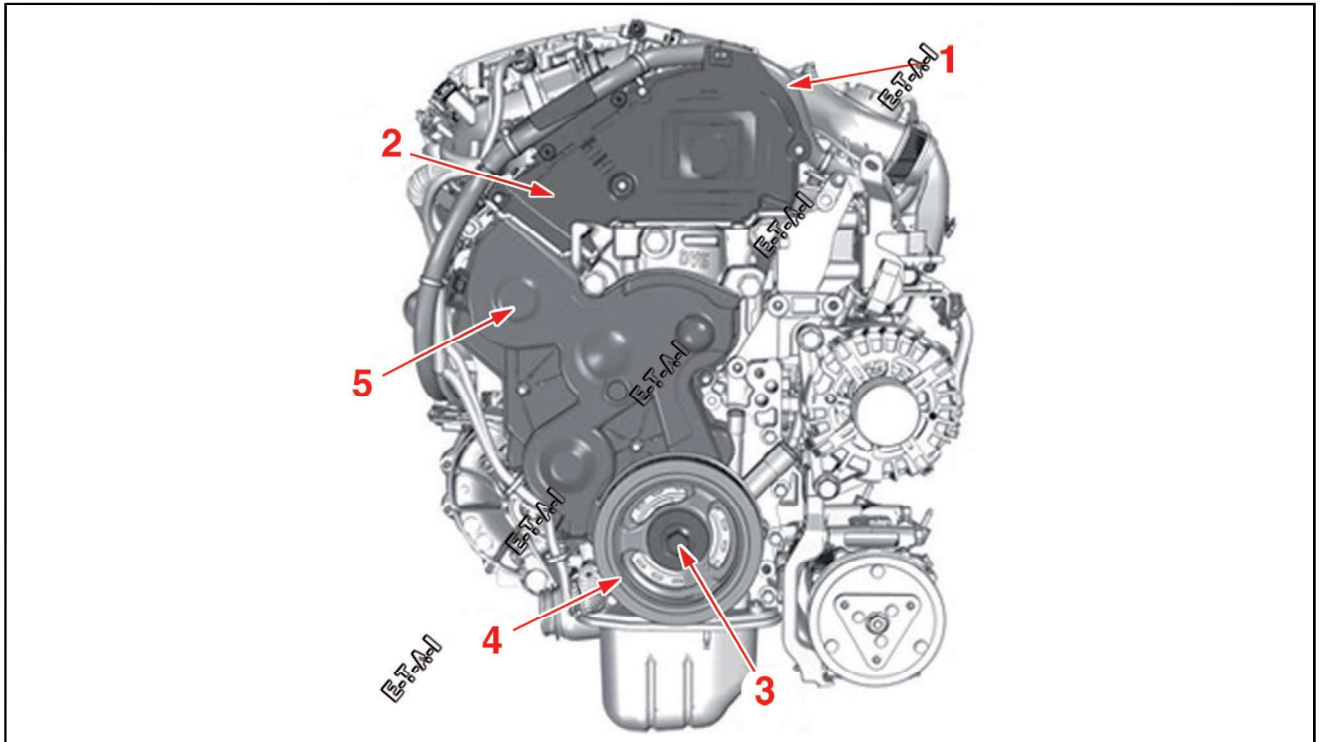

Fig.2
- Dégrafer et écarter le faisceau électrique (1)(Fig.2).
- Déposer le carter supérieur de distribution (2).
- Déposer la vis (3).
- Déposer la poulie de vilebrequin (4).